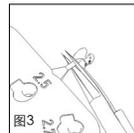

图3
■ 图 3 用显微剪刀将需要的测量头剪下, 并用吸肌器或其他显微器械将其放入中耳。